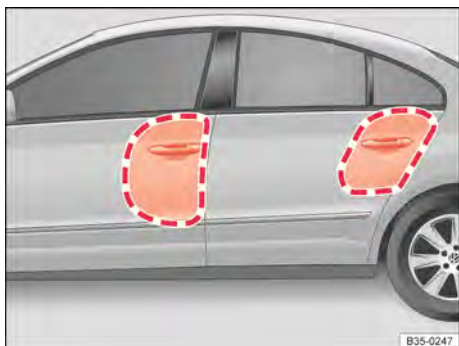
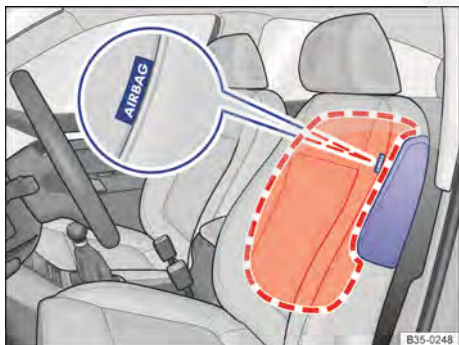

Fig. 18 No lado esquerdo do veículo: áreas de desenvolvimento do airbag lateral.
Fig. 19 Lateralmente no assento dianteiro: local de montagem e área de expansão dos airbags laterais.
Dependendo da versão do veículo, há airbags laterais instalados para os assentos laterais dianteiros e traseiros → Fig. 18.
- Os airbags laterais para os bancos dianteiros encontram-se nos estofamentos externos dos encostos do banco do condutor e do banco do passageiro dianteiro → Fig. 19.
As áreas destacadas em vermelho → Fig. 18 e → Fig. 19 são cobertas pelos airbags frontais acionados (área de expansão). Por esse motivo, nunca podem ser colocados ou fixados objetos nessas áreas → ⚠️.